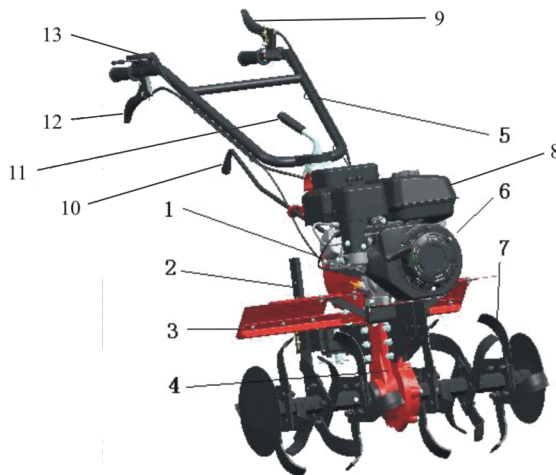

Рис. 1
2. Установить рукоятку управления в рабочее положение и закрепить с помощью фиксатора (рис. 1).